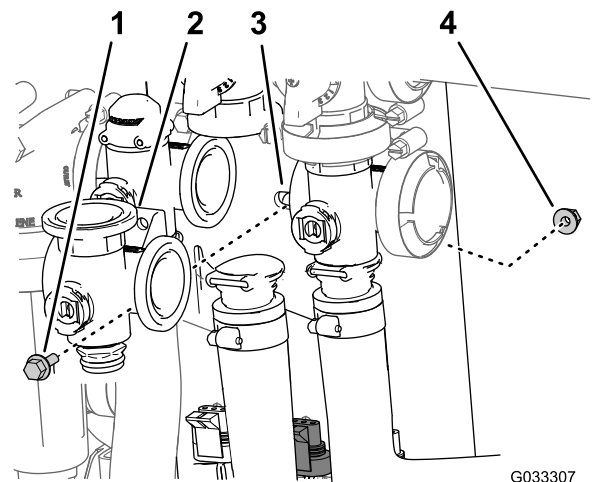

Figure 71
- Retirez le boulon à embase et le contre-écrou à embase qui fixent la vanne d'agitation au support, puis déposez le collecteur de la machine (Figure 71).